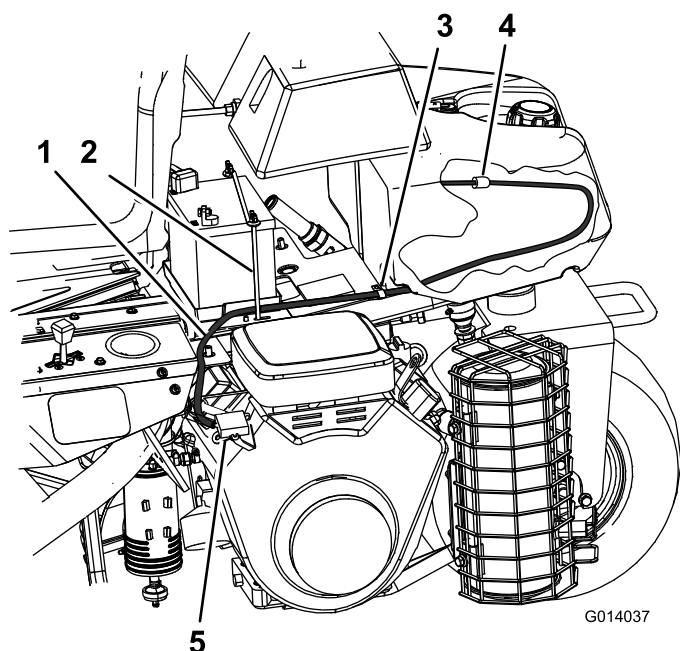

図 5
16. 燃料ポンプから長いホースとクランプを外す（図 5）。
18. 新しい長いホースを燃料ポンプからバッテリー押さえクランプの後ろを通し、R クランプを通して、燃料フィルタへ配設する（図 5）。
20. 新しい長いのホースを燃料ポンプに取り付ける（古いホースを外した場所；ポンプに IN とマーキングされている）（図 5）。